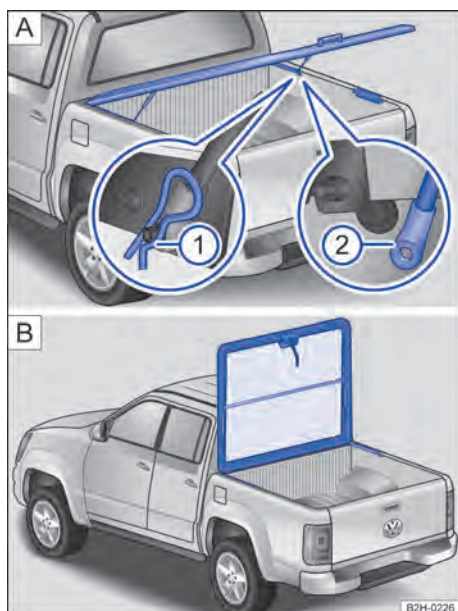

Fig. 26 Cobertura do compartimento de carga, alumínio: **A**: remover o amortecedor a gás e **B**: cobertura do compartimento de carga vertical.
- Abrir a tampa do compartimento de carga → Fig. 26.
- Posicionar a cobertura do compartimento de carga verticalmente com ajuda de uma segunda pessoa → Fig. 26 **B**.